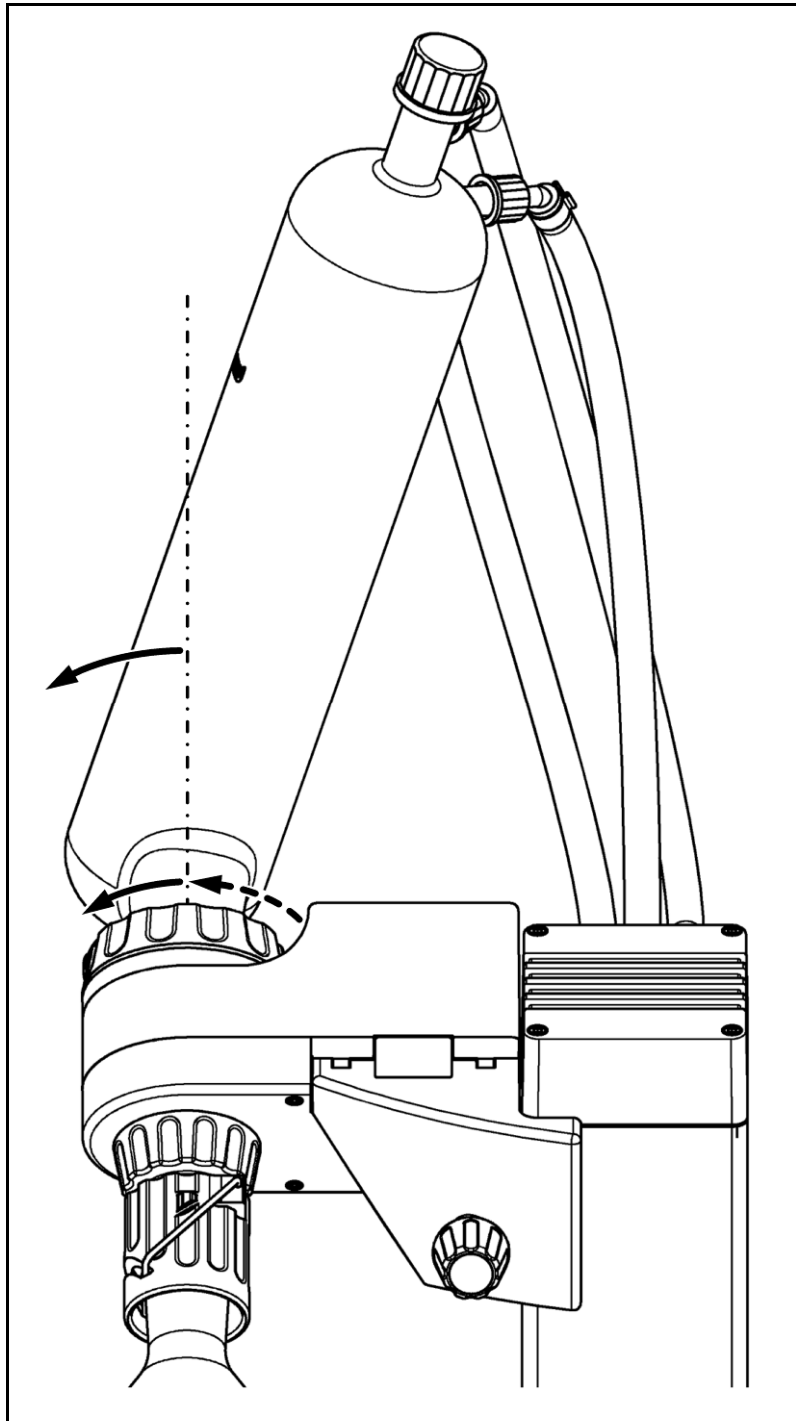

Abb. 4: Festziehen der Spannmutter
Kühlkondensator montieren	<p>i Bei der Montage der Glasteile auf ausreichend freien Raum oberhalb des Rotationsverdampfers achten, da der Glasaufbau die Abmaße des Rotationsverdampfers überschreiten kann.</p> <p>Lose mitgelieferten Kühlkondensator (Abb. 1/7, S. 12) montieren:</p> <ol style="list-style-type: none"> <li>1. Spannmutter (10) für Kühlkondensator aufdrehen, bis der Kühlkondensator eingeschoben werden kann.</li> <li>2. Kühlkondensator (7) einsetzen.</li> <li>3. Spannmutter (10) für Kühlkondensator wieder zudrehen.</li> </ol> <p>i Greifen Sie beim endgültigen Festziehen der Spannmutter den Kühlkondensator mit der anderen Hand und nutzen Sie ihn als Hebel (siehe Abb. 4).</p>
**i** Greifen Sie beim Lösen der Spannmutter den Kühlkondensator mit der anderen Hand und nutzen Sie ihn als Hebel (vgl. Abb. 4).